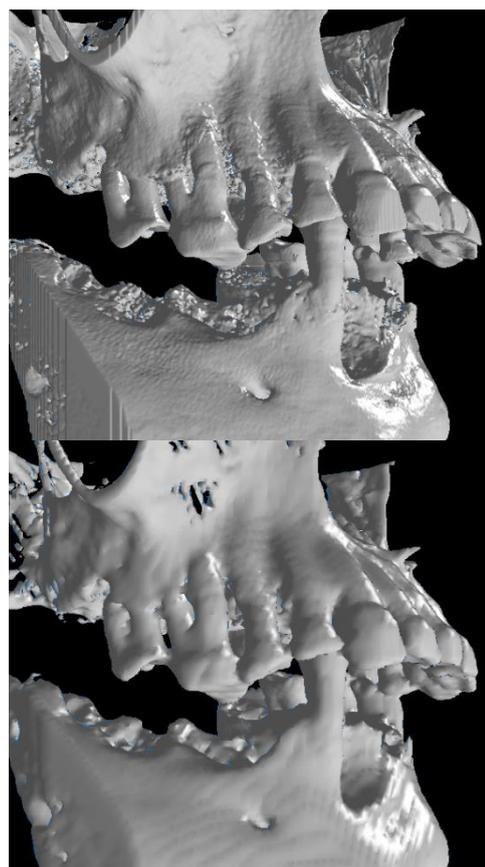

図3-3 Ratio of Data Reduction (上 Ratio=1.0) (下 Ratio=0.2)
| ② Ratio of Data Reduction | ポリゴンデータの品質 (0.0~1.0) を設定します。この値が 1.0 に近いほど、DICOM 画像に忠実なポリゴンを作成することができます(図 3-3) ※Ratio が高すぎるとデータが膨大になり、造形ができなくなることがあります |